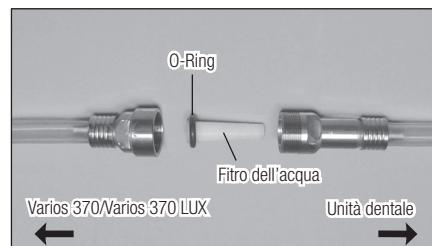

Fig.22
- 3) È possibile rimuovere il filtro dell'acqua quando dopo averlo estratto dal relativo alloggiamento come illustrato nella Fig. 22.